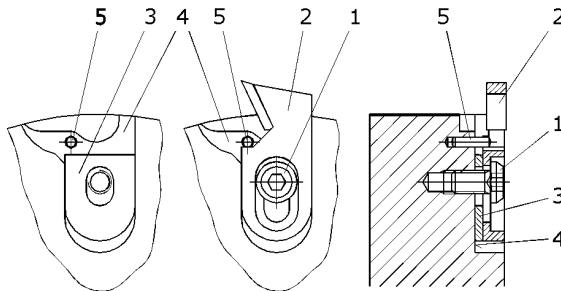

Abb. 5
(s. Abb. 5)
6. Neues Nutmesser präzise einsetzen (s. Abb. 5).
7. Die richtige Schraube wieder einsetzen und das Nutmesser sauber an den Positionierstift (5) drücken.